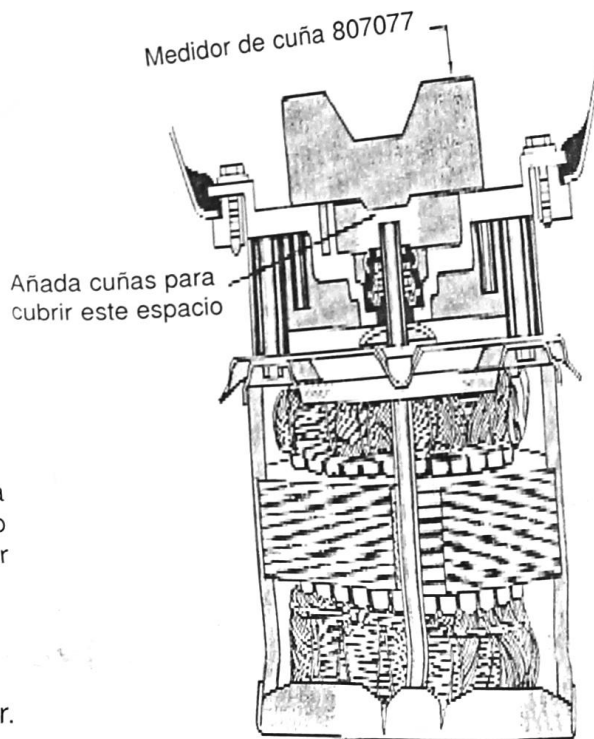

FIG. 2
7. Instale el impulsor inferior en el eje del motor usando todas las arandelas de cuña retiradas del impulsor viejo. **IMPORTANTE:** Es necesario usar las cuñas para asegurar la presión de unión adecuada de los sellos de agua. Para determinar la cantidad de cuñas necesarias, sostenga firmemente el medidor de cuña (herramienta de servicio No. 807077, incluida con el kit) en el alojamiento de la bomba como se muestra en la Fig. 2. Añada arandelas de cuña en el eje del motor hasta que el espacio entre el medidor y el eje haya sido cubierto. Las arandelas de cuña tienen un espesor de 1/32". No coloque demasiadas cuñas de manera que el medidor no se levante sobre la superficie del alojamiento de la bomba. Llene el espacio de manera uniforme entre el medidor y el eje y quedará un espacio mínimo. Si el espacio restante es menor que el espesor de la cuña, el resultado es satisfactorio.